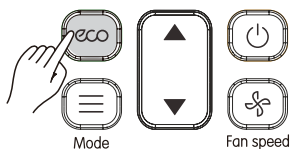

Рисунок 3.15
1) Нажмите  (см. Рис. 3.15) для отправки сигнала ECO на внутренний блок. Отобразится данный значок .